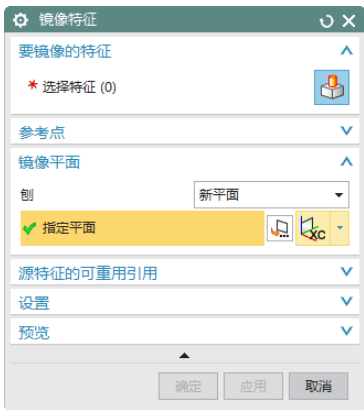

图 7-138 “镜像特征”对话框
(1) 选择“菜单(M)”→“插入(S)”→“关联复制(A)”→“镜像特征(M)”命令，打开如图 7-138 所示的“镜像特征”对话框。
- (2) 选择阵列前的凹坑和法向除料特征和阵列后的特征。
- (3) 选择“新平面”选项，在下拉列表中选择 YOZ 平面为镜像平面。